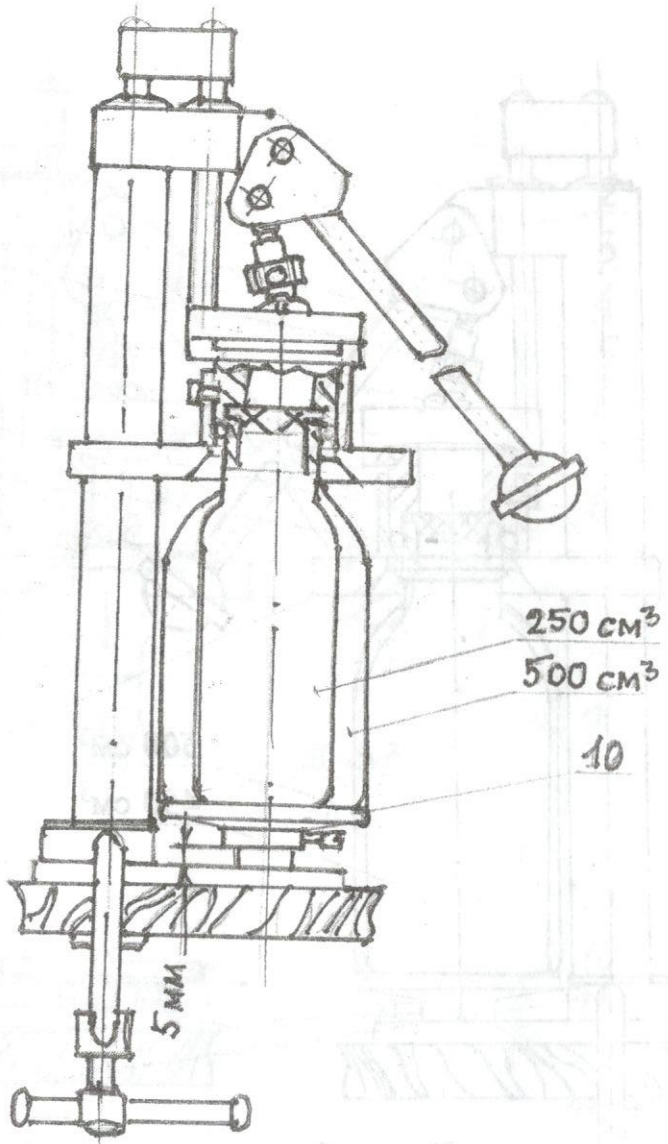

Рисунок 3
4.8. Для укупорки бутылок высотой 160 мм (емкость 250 и 500 см³-без бортиков) необходимо подставку 10, вращая против часовой стрелки, поднять на 5 мм (см. рисунок 3), остальные рабочие действия указаны выше.